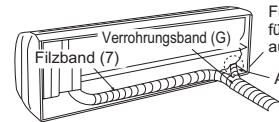

Abbildung 1
- Der Ablaufschlauch sollte nach unten gerichtet sein, um ein gutes Abfließen sicherzustellen. (Abbildung 1)
- Fassen Sie die Kältemittelleitungen und den Ablassschlauch zusammen und umwickeln Sie sie anschließend vom Ende her mit Filzband (7). Die Überlappung des Filzbandes (7) sollte ein Drittel der Bandbreite betragen. Bringen Sie eine Bandsicherung am Ende des Filzbandes (7) an.
- Ziehen Sie die Ablasskappe rechts hinten von des Innengeräts heraus. (Abbildung 1)